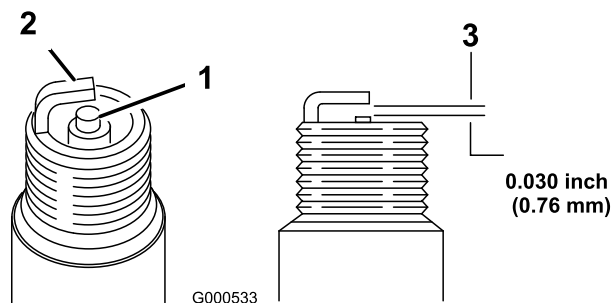

Figure 21
5. Réglez l'écartement des électrodes à 0,76 mm (0,030 po); voir Figure 21.